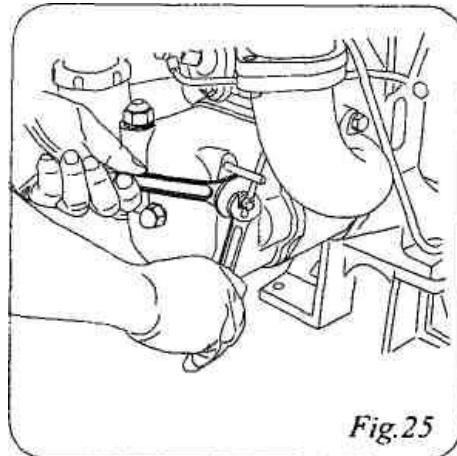

Fig.25
2. Чтобы произвести регулировку нужно повернуть эксцентричную втулку на требуемый угол. Поверните по часовой стрелке, если декомпрессия - слишком мала, поверните против часовой стрелки – если слишком большая (рис.25, рис 26).